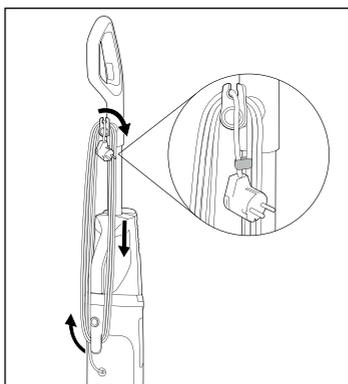

Fig. 3
- ◆ Avvolgere completamente il cavo di alimentazione ❶ intorno ai portacavo superiore e inferiore ❶/❷ (vedere fig. 3).